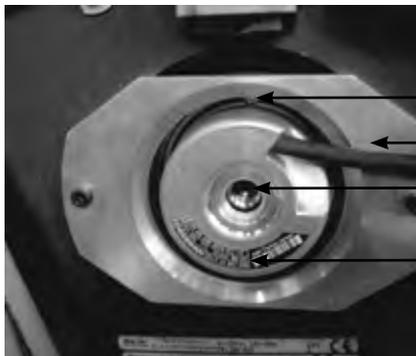

Abb. 7:
Den Typ des Gebers anhand der Bezeichnung auf dem Typenschild des Gebers ermitteln (Abb. 7).
WICHTIG: Den an der Bremse XAP2L befestigten Träger des Gebers (Pos. 2 Abb. 7) nicht demontieren. Dieser wird im Werk mit Hilfe eines Spezialwerkzeugs auf ein Zehntel genau zentriert.
- Die Befestigungsschraube des Gebergehäuses (Pos. 1 Abb. 7) im Träger lösen (2 Umdrehungen mit Schlüssel SW2).
- Die kleine Schraube Chc M2.5 (Pos. 1, Abb. 7) (Drehmoment-Schraubendreher SW2) des Gebergehäuses mit einem Anzugsmoment von 1.25 Nm 0/-0.2 Nm anziehen.